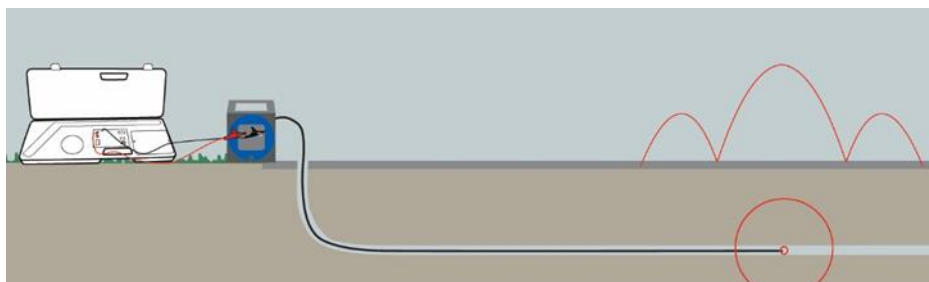

Figura 3
2. Luego, conecte la pinza roja del rastreador de cables al botón rojo del Pro65™, y conecte la pinza negra al otro botón junto al botón rojo. Vea figura 3 abajo.